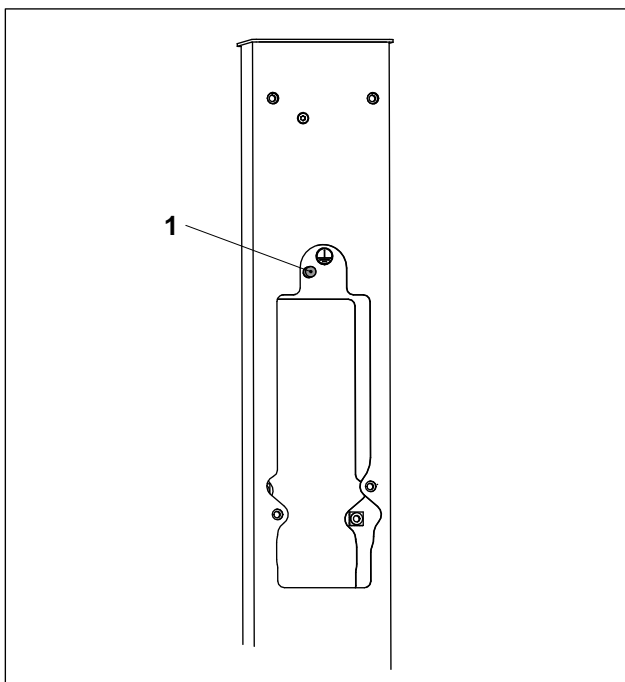

Abb. 1 Anschluss Schutzpotenzialausgleich
- Der Schutzpotenzialausgleich gemäß nationaler Vorschriften beispielsweise IEC 60364-4-41; VDE 0100-410 wird durch eine gekennzeichnete Anschlussstelle (Abb. 1/1) in der Säule für eine geeignete Erdungsleitung hergestellt. Die Erdungsleitung ist betreiberseitig gemäß nationaler Vorschriften zu erstellen.